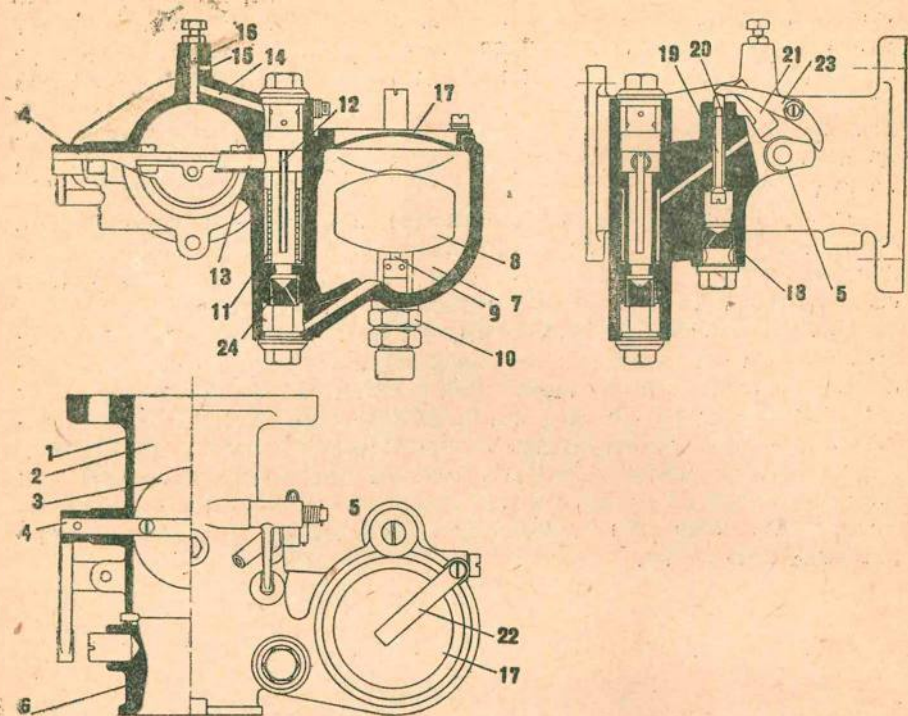

Рис. 22. Карбюратор Клодель-Гобсон; разрезы карбюратора.
Карбюратор состоит из (рис. 22): корпуса (1), поплавковой (7) и смесительной (2) камер, главного жиклера (24), жиклера холодного хода (8), экономайзера (18) и воздушной трубки (21).
Для установки дроссельной заслонки в стенках смесительной камеры просверлены два отверстия, в которых укреплены ось заслонки (4) (рис. 22). На одном конце оси неподвижно укреплен с помощью шпильки рычаг, соединяющийся с педалью акселератора, а на другом конце, тоже неподвижно, насажен кулачек (5).